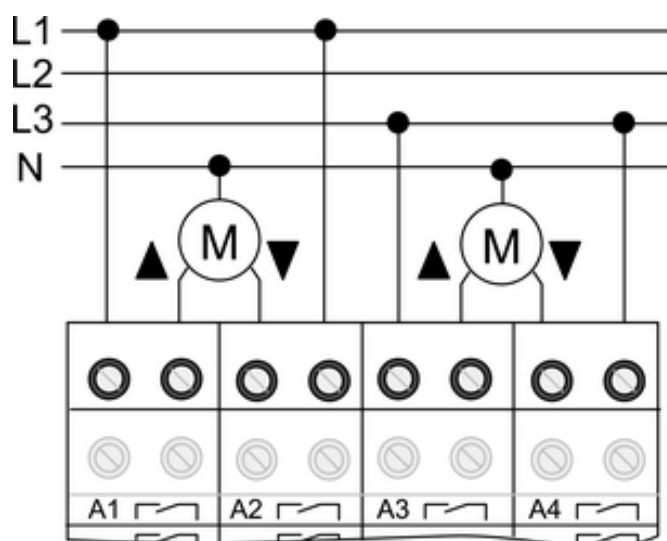

Рисунок 5
- Подключить приводы (рисунок 5).